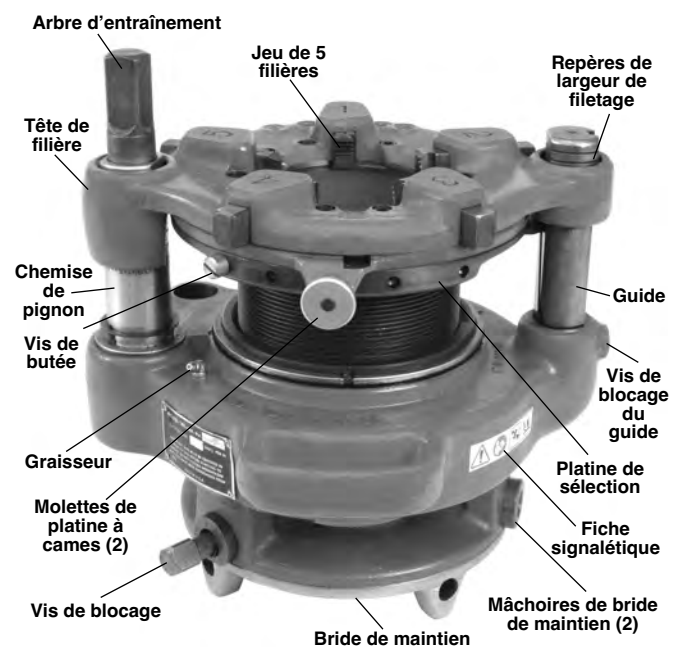

Figure 1 – Fileteuse démultipliée n° 141
- La présence et lisibilité de la fiche signalétique de l'appareil (Figures 1 et 2),